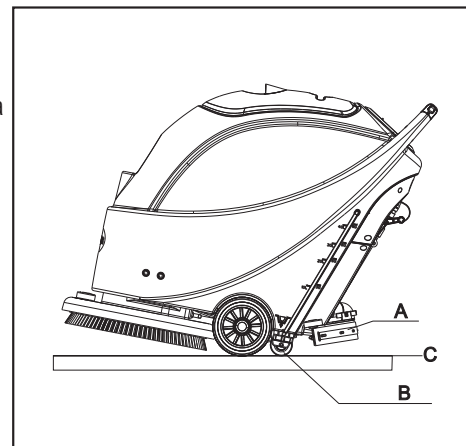

FIGURA 7
8. Suelte el interruptor de seguridad (1) para desactivar el soporte del cepillo/almohadilla y la válvula de solenoide.
9. Presione el interruptor de aspiración (39) a la posición "Off", y la aspiración se retrasará durante 5 segundos antes de detenerse.
10. Presione el interruptor de control de solución (40) a la posición "Off" para detener completamente el flujo de la solución.
11. Presione el interruptor de encendido (38) en la posición "Off" (apagado). Y desconecte el cable de alimentación (9) de la fuente de alimentación.
12. Use el mango de elevación de la escobilla (14) para levantar la escobilla.
13. Tome el mango (2) e incline suavemente la máquina hacia atrás hasta que la rueda de guía (B) toque el suelo. Consulte la figura 7.